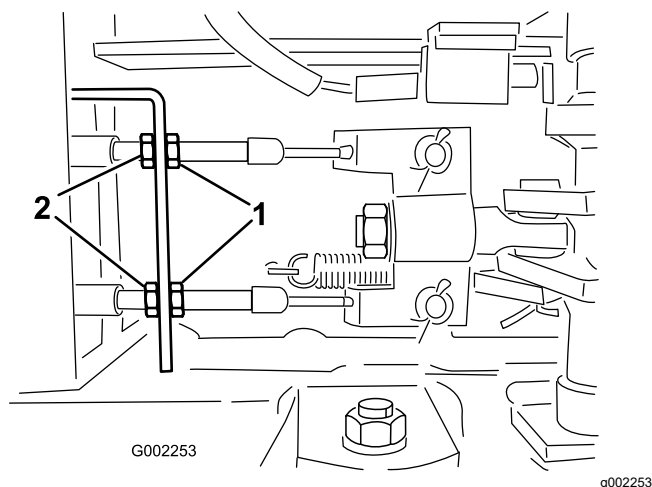

Figura 100
5. Desprindeți contrapiuliile din față de la nivelul cablurilor de frână de sub capătul frontal al pulverizatorului (Figura 100).
6. Strângeți contrapiuliile din spate în mod egal până când pedala de frână se deplasează 1–2 cm înainte de a simi rezistență (Figura 100).